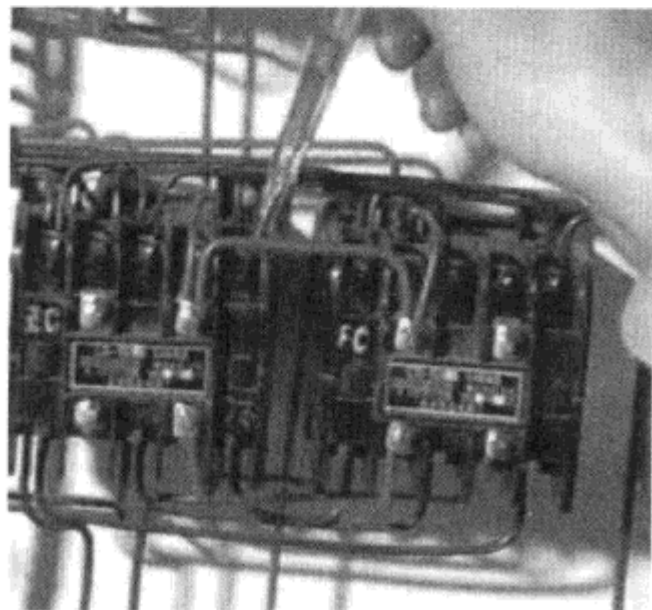
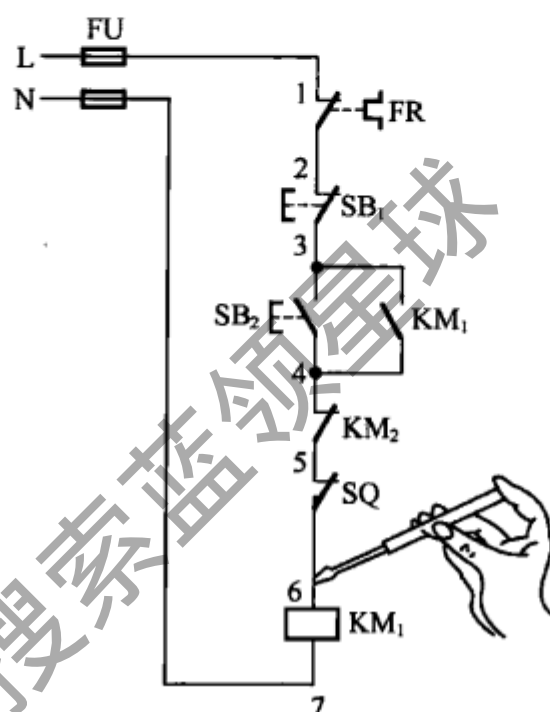

图 5-3 用试电笔检查交流电路的断路故障
图 5-4 用试电笔检查断路故障
① 用试电笔检查交流电路断路故障的方法如图 5-3 所示。例如在检查图 5-4 所示电路时，按下控制按钮  $SB_2$ ，用试电笔依次测试 1、2、3、4、5、6 各个点，测到哪点时试电笔不亮，即表示该点为断路处。